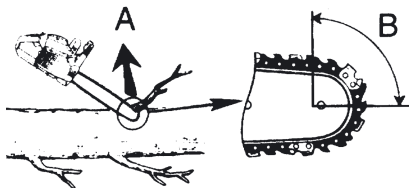

Bild 1
Rückschlag ist die Bezeichnung für ein blitzschnelles Zurückfedern der Motorsäge und dem Schwert von einem Gegenstand. Er tritt auf, wenn die Spitze des Schwertes, der Rückschlagbereich (B, Bild 1) einen Gegenstand berührt oder das Holz die Kettensäge im Schnitt einklemmt.
- Vermeiden Sie es, mit der Schwertspitze (A, Bild 1) oder über Schulterhöhe zu sägen. Beugen Sie sich beim Sägen nicht zu weit vor.